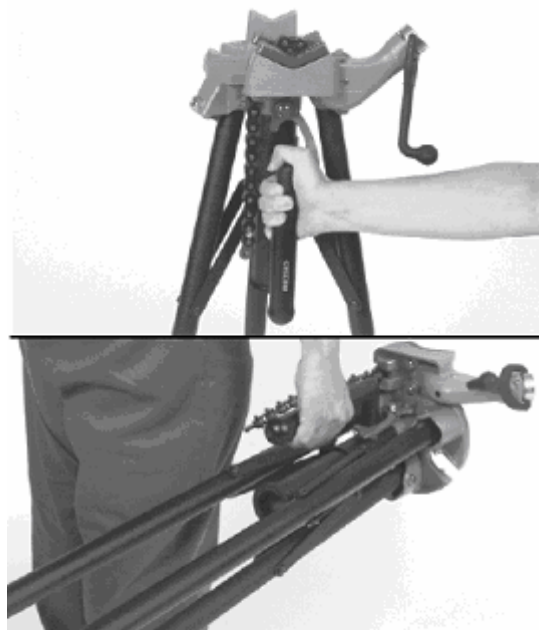

Рис. 3 Транспортировка переносного верстака
1. После того, как Вы закончили работу с использованием переносного верстака и сняли обрабатываемую деталь с тисков, поднимайте ручку для переноски, пока пружинная автоматическая защелка не зацепится за неё. (Рис. 3).